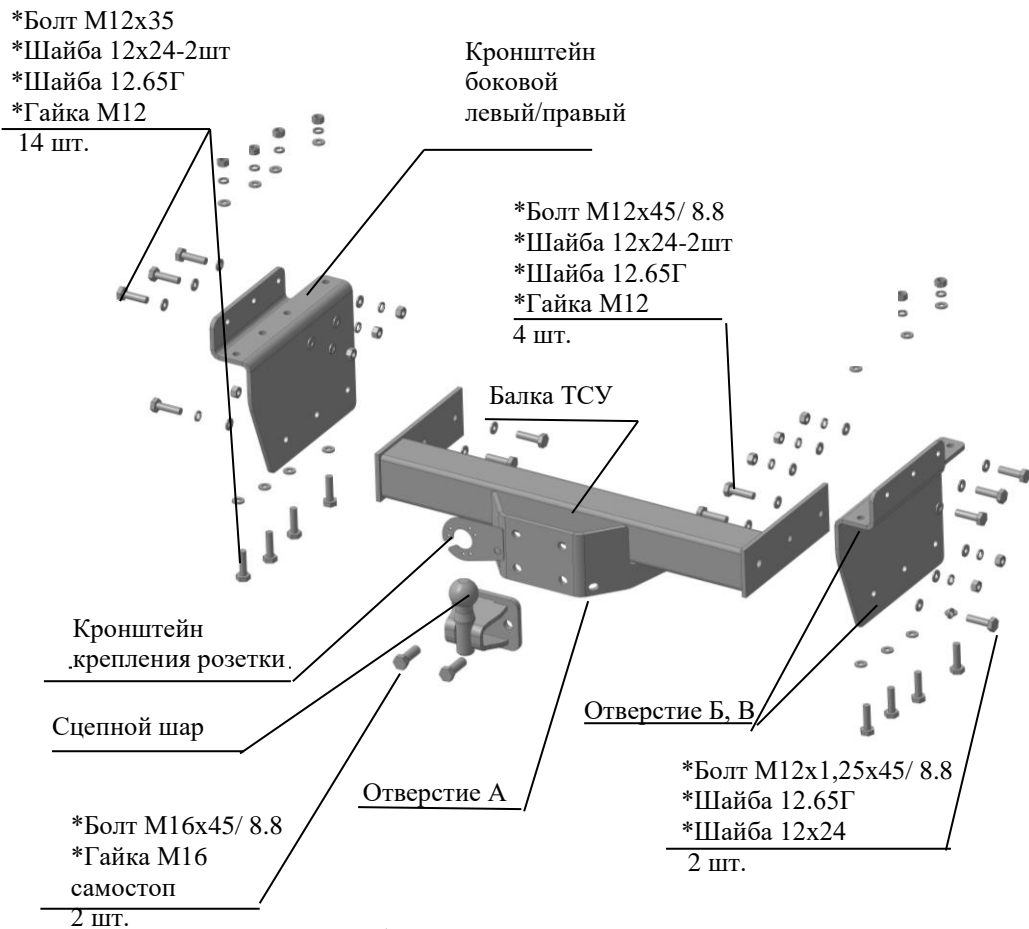

Рис.1 Тягово-сцепное устройство 9651.
2.1 ТСУ 9651 в сборе (рис.1)	1 шт.
2.2 Пакет с комплектующими (см. рис.1)	1 шт.
4.1 Совместить задние торцы боковых кронштейнов ТСУ (по ходу а/м) с задней поверхностью рамы а/м. Прижав боковые кронштейны к раме а/м, разметить и просверлить по 4 отверстия Ø13 и по 3 отверстия Ø13 в раме а/м справа и слева, используя отверстия “Б” и “В” в боковых кронштейнах как кондуктор. Закрепить боковые кронштейны ТСУ к боковым полкам рамы и к нижним полкам рамы крепежом соответственно рис.1. Крепеж не затягивать.